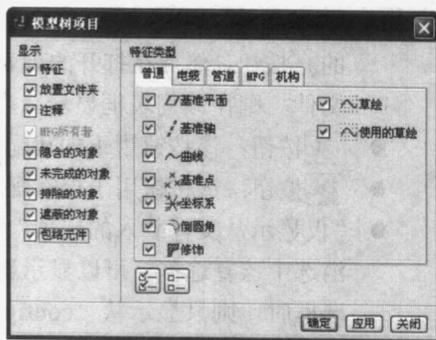

图 1-20 “模型树项目”对话框
(1) 新建模具文件
① 单击“文件”工具栏上的 按钮，打开“新建”对话框。然后选中“类型”选项组中的“制造”单选按钮，“子类型”选项组中的“模具型腔”单选按钮。
② 接受缺省的文件名“mfg0001”，然后单击对话框底部的 **确定** 按钮，进入模具模式。
(2) 设置模型树
① 单击模型树中的 **设置(G)** 按钮，并在弹出的“设置”菜单中选择“树过滤器”命令，打开“模型树项目”对话框。
② 在该对话框中，选中“显示”选项组中的所有选项的复选框，如图 1-20 所示。然后单击对话框底部的 **确定** 按钮，退出对话框。
③ 单击模型树中的 **设置(G)** 按钮，并在弹出的“设置”菜单中选择“保存设置文件”命令，打开“保存模型树配置”对话框。
④ 通过“查找范围”下拉列表框，改变目录到启动目录中（如“D:\start”），并接受缺省的文件名“tree.cfg”。然后单击对话框底部的 **保存** 按钮，退出对话框。